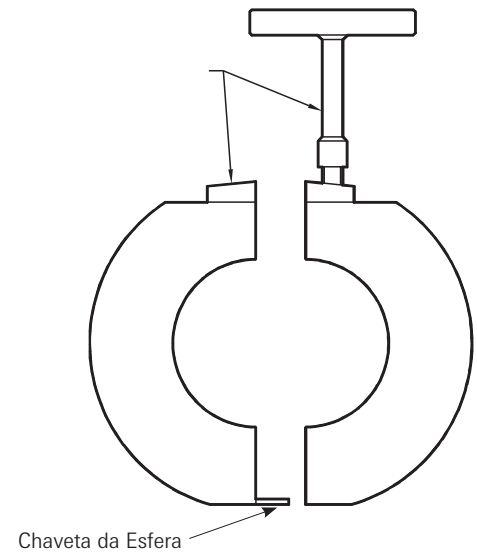

Fig. 2
- 5.2. Remover cada metade da esfera do interior da válvula, utilizando barras em “T”. A metade sem a chaveta inferior da esfera deve ser removida primeiro e, quando da montagem, introduzida por último (Fig. 2, página 6).